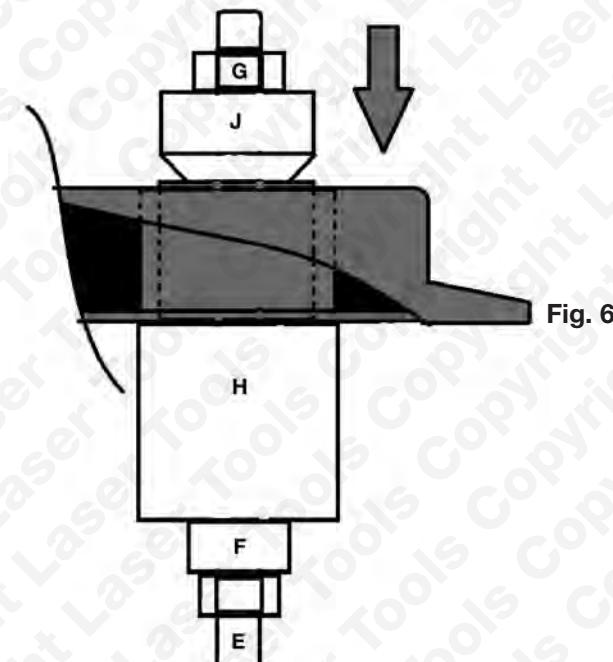

Fig. 6
- Assembler l'outil comme illustré à la **Fig. 6**, pour dégager l'ancienne douille du sous-châssis vers le bas, vers l'élément H.